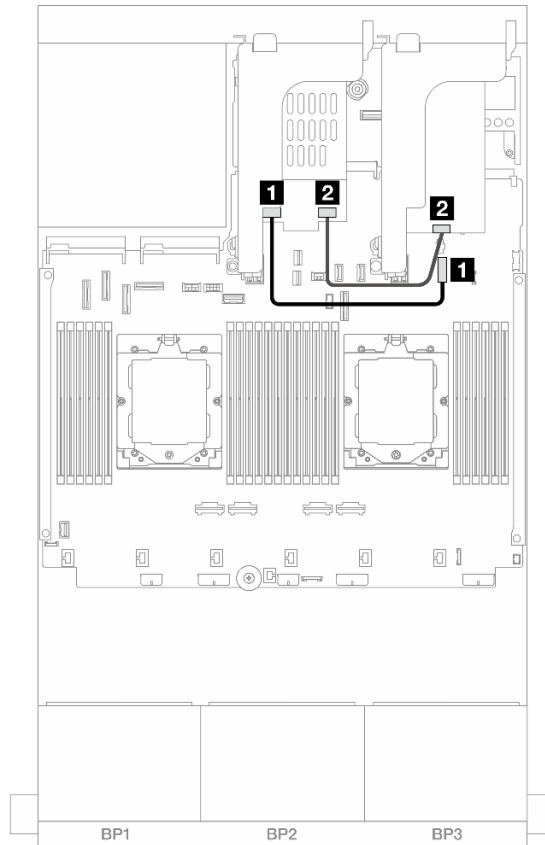

Figura 326. Disposición de los cables de RAID
- Figura 326 “Disposición de los cables de RAID” en la página 386